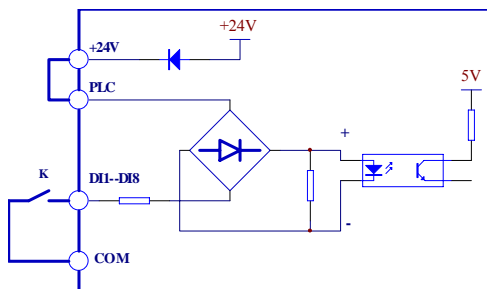

图 3-19 使用内部24V电源的连线方式
1) 用变频器内部的24V电源，接线方式如图3-19（注意：PLC与24V端子间的连接线应可靠连接）。